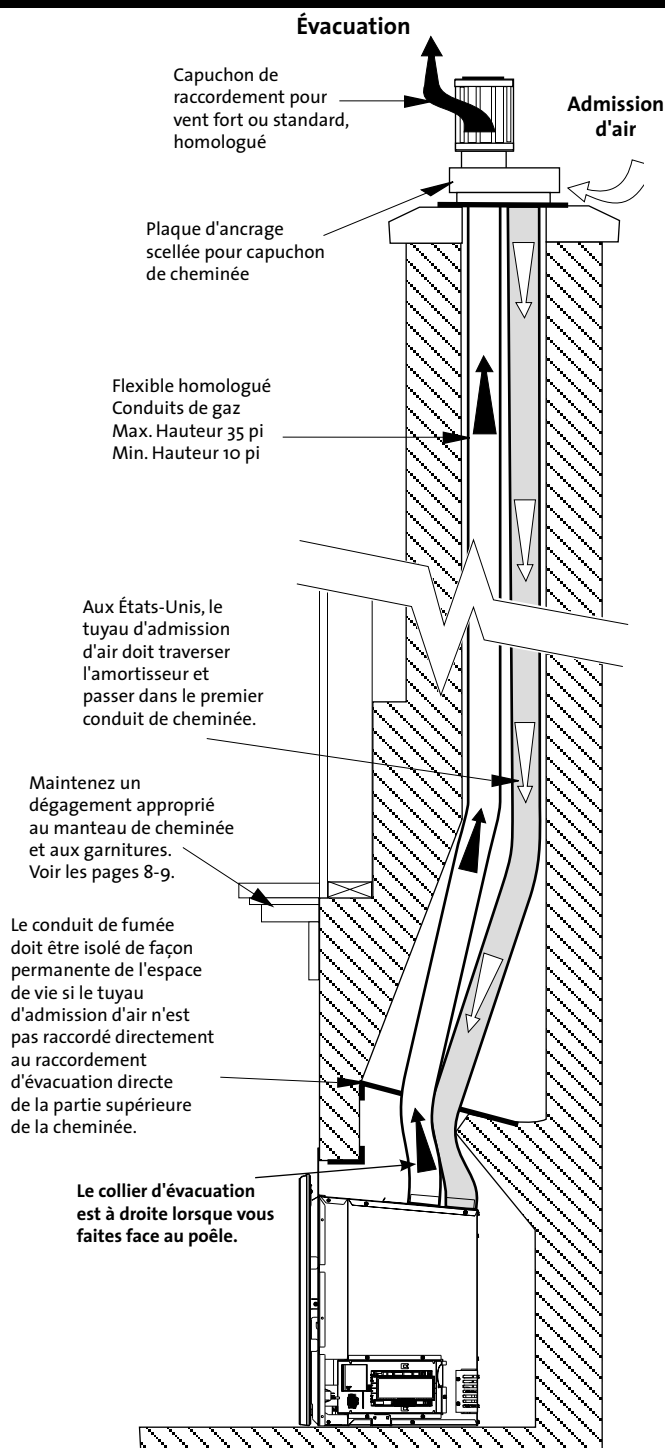

Figure 6.1. Configuration de l'évacuation pour foyer de maçonnerie.
- La hauteur minimale du capuchon de raccordement du haut de l'unité doit être d'au moins 10 pi (3,05 m), et la hauteur maximale ne doit pas dépasser 35 pi (10,67 m). Voir les figures 6.1 - 6.2.
Cet appareil doit être ventilé par la cheminée à l'aide d'une paire de tuyaux flexibles en aluminium de 3 pouces homologués pour être utilisés avec des appareils à gaz. Un conduit est fixé à l'orifice d'évacuation sur le haut de l'unité et transportera les gaz d'échappement à l'extérieur de la maison. Ce conduit d'évacuation doit s'étendre sur toute la longueur de la cheminée et être directement relié au capuchon de raccordement de la cheminée. Voir les figures 6.1 - 6.2.
Si le flexible d'admission d'air ne s'étend pas sur toute la longueur de la cheminée et n'est pas relié à l'unité et au capuchon de raccordement - **UNE PLAQUE D'OBTURATION NON COMBUSTIBLE DOIT ÊTRE CONSTRUITE ET INSTALLÉE AU-DESSUS DE L'UNITÉ SOUS L'EXTRÉMITÉ DU CONDUIT D'ADMISSION** (normalement au niveau de la zone d'amortissement). Voir figure 6.1.